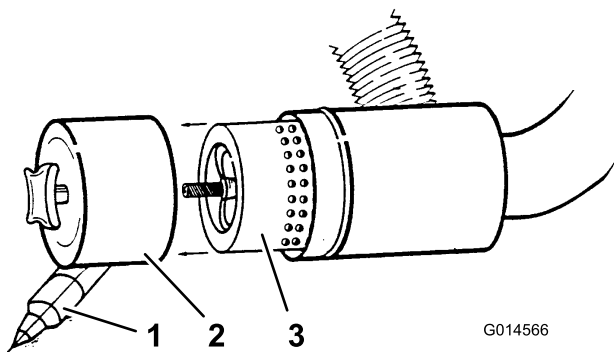

Figure 34
4. Déposez et remplacez le filtre (Figure 34).